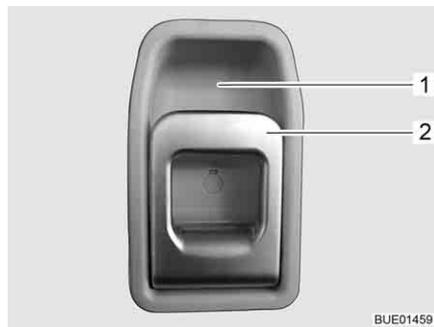

Bild 58 Türschloss Eingangstür, innen
- Am Griff (Bild 58,2) ziehen. Das Türschloss wird entriegelt.
- Den Griff (Bild 58,2) oben in Richtung Griffschale (Bild 58,1) drücken.